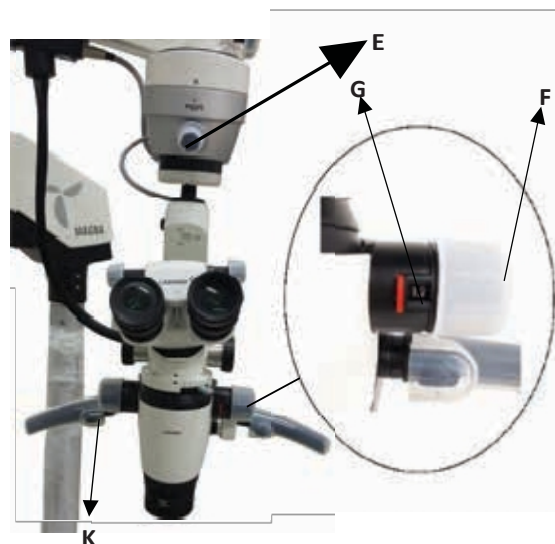

Fig. 20
- Utilice los mandos (F) de la fig. 20 que se encuentran en el Magnichanger para seleccionar el nivel de aumento deseado.
- a. Véase la fig. 20. Al pulsar el botón rojo (G) situado junto al indicador de aumento, se seleccionarán los 8 niveles de aumento. Al pulsar el mismo botón rojo desde el lado opuesto, se seleccionará el aumento mediante zoom continuo.